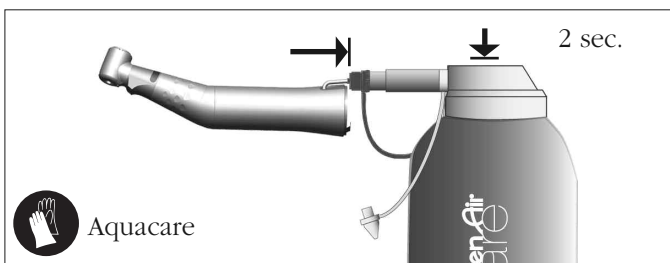

fig. 3
- Éliminer le liquide physiologique du conduit en sprayant (2 sec.) dans le tube à l'arrière avec **Aquacare fig. 3**.
- A la sortie du bain, éliminer le liquide résiduel du tube d'irrigation à l'arrière en sprayant (2 sec) de l'Aquacare **fig. 3**.